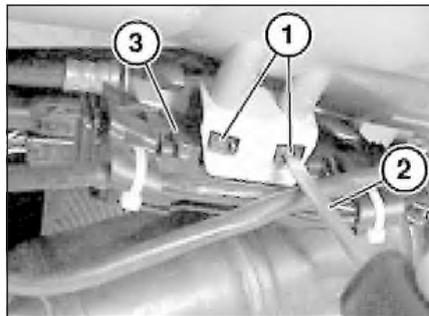

Рис. 7.7. Фиксаторы
- Нажать на фиксаторы (1, рис. 7.7) отверткой (2) и снять кабельную коробку (3). Отвести жгут проводов в сторону и закрепить его на кузове.